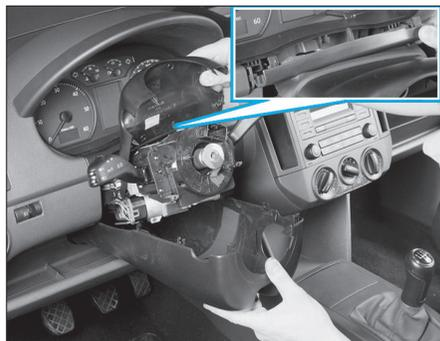

Fig. 30
• Déposer les deux demi-coquilles en les dégrafant l'une de l'autre. La partie supérieure est aussi à dégrafer de la planche de bord (Fig.30).